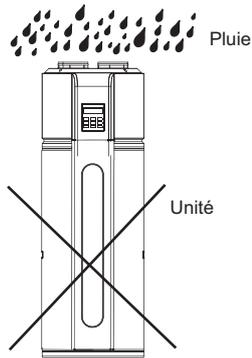

Fig.3-6
- Le contact de l'eau de pluie avec les composants internes de l'unité principale peut engendrer des dommages matériels de l'appareil ou des blessures physiques. (Fig.3-6)